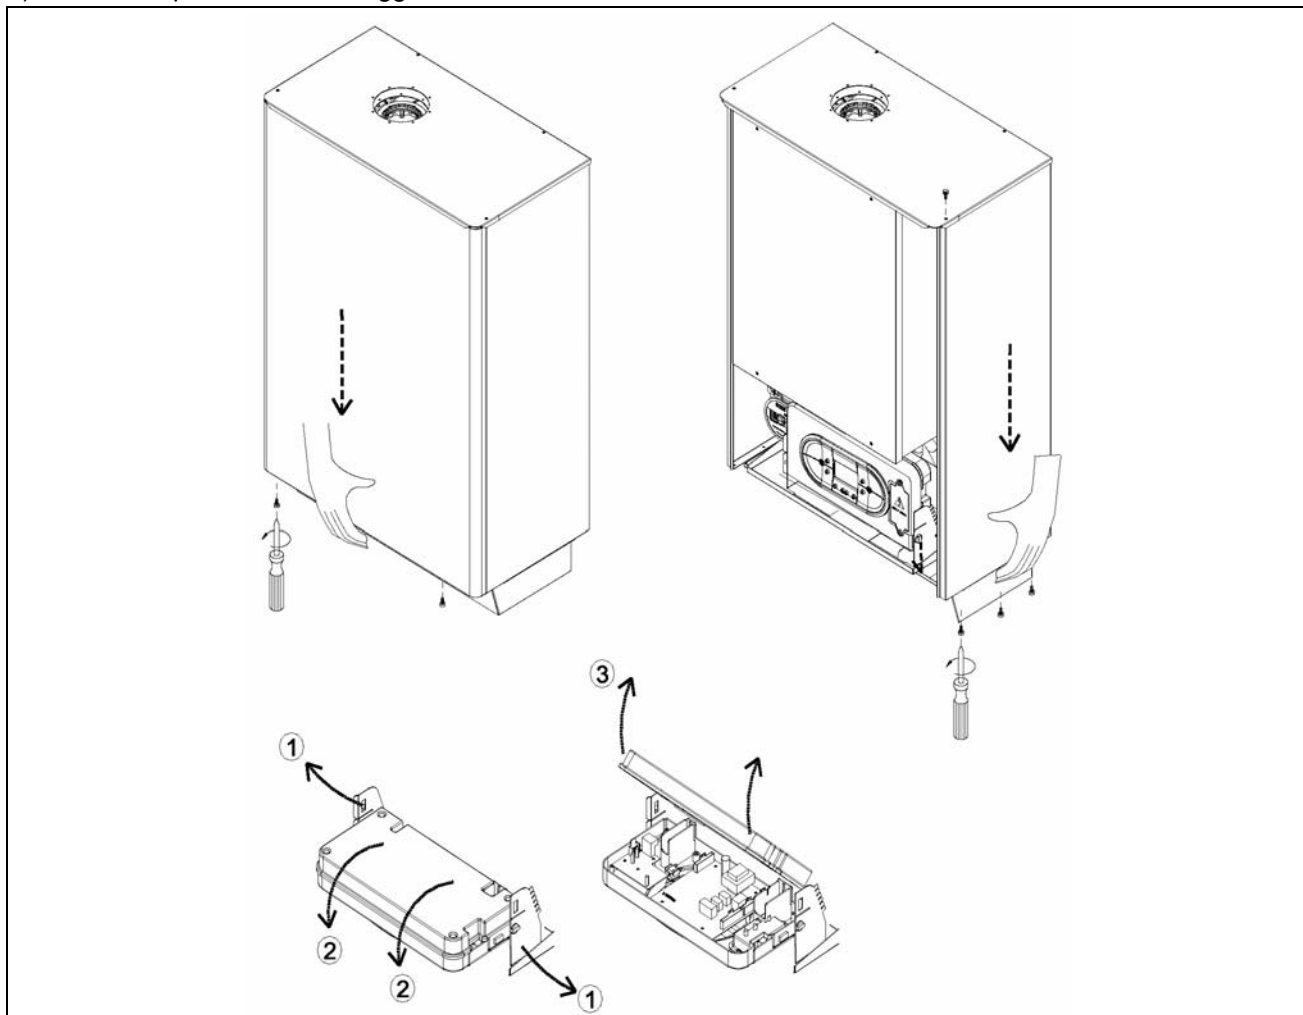

Figura 11 – ACCESSO ALLA CALDAIA E AL PANNELLO COMANDI
Per tutte le operazioni di controllo e manutenzione è necessario rimuovere il pannello frontale della caldaia. Per rimuovere il pannello frontale della caldaia, procedere come segue (Figura 11):
- 1) Svitare le viti di fissaggio come mostrato in Figura 11.
- 3) Svitare le viti di fissaggio del carter inferiore come mostrato in Figura 11.